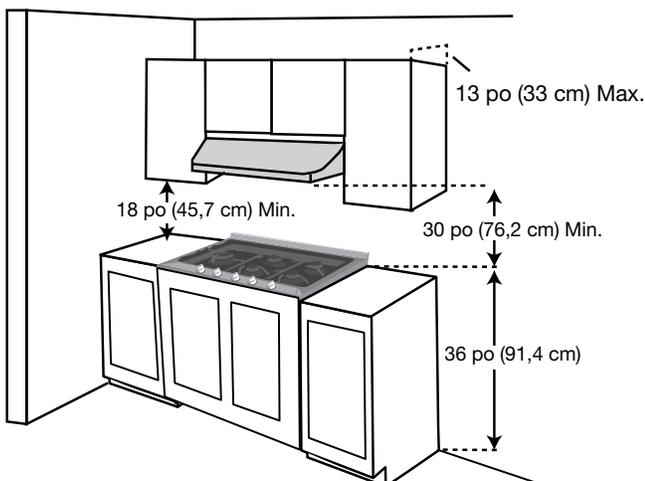

Figure 2
- Évitez de placer des armoires directement au-dessus de la table de cuisson lorsque possible. Si des armoires sont utilisées au-dessus de la surface de cuisson, ajustez ces armoires à pas moins de 13 po de profondeur (voir figure 2).